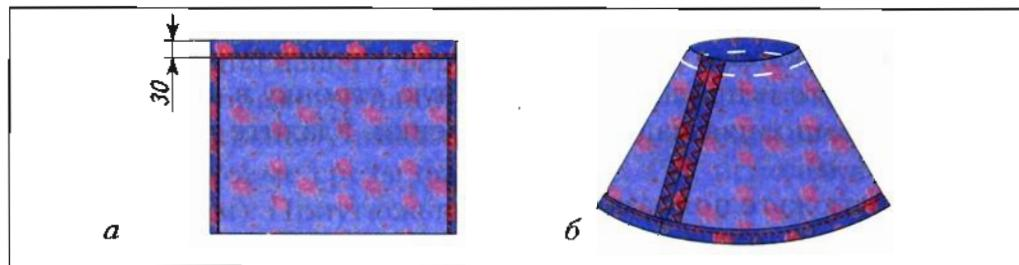

Рис. 51. Обработка верхнего среза (кулиски)
3. Проложите машинную строчку на расстоянии 1–2 мм от второго сгиба, выполняя закрепки в начале и конце строчки (рис. 51, а).
5. Удалите ручные стежки. Припуски швов разутюжьте (рис. 51, б).
1. Перегните на изнаночную сторону цельнокроенный пояс по линии перегиба, обозначенной прямыми стежками ниткой контрастного цвета (см. рис. 51, б). Приколите булавками. Заметайте. Приутюжьте сгиб.
2. Удалите ручные стежки. Приутюжьте шов (рис. 51, б).